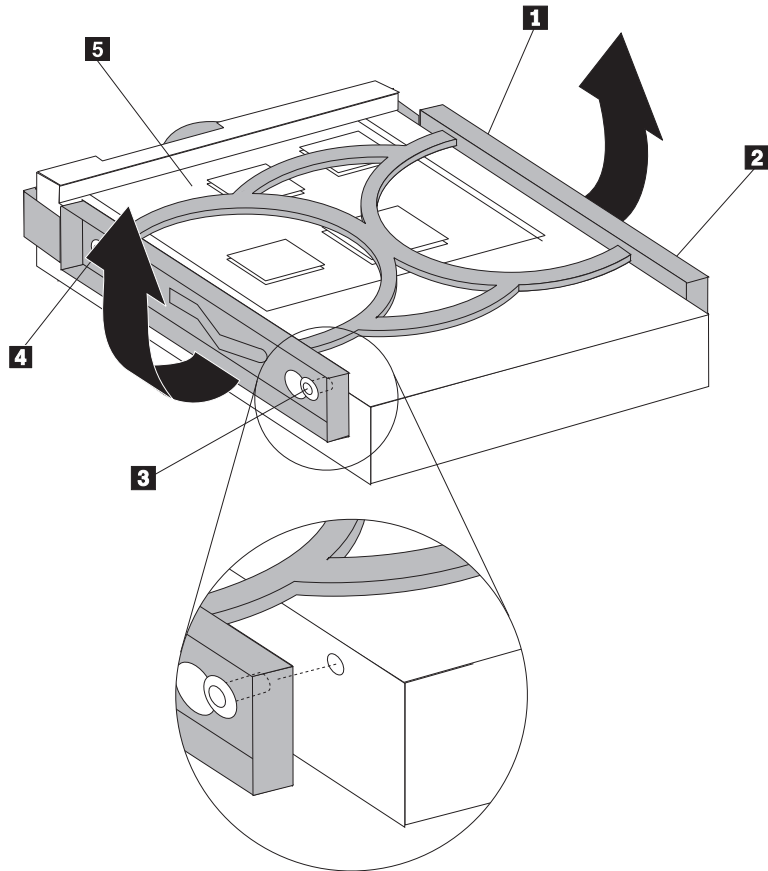

Figure 23. Installation de l'unité de disque dur dans le crochet
7. Pour installer la nouvelle unité de disque sur dans le support bleu, faites-le fléchir et alignez les broches **1** à **4** avec les trous de l'unité de disque dur. Voir figure 23. Ne touchez pas à la carte à circuits **5** située en bas de l'unité de disque dur.